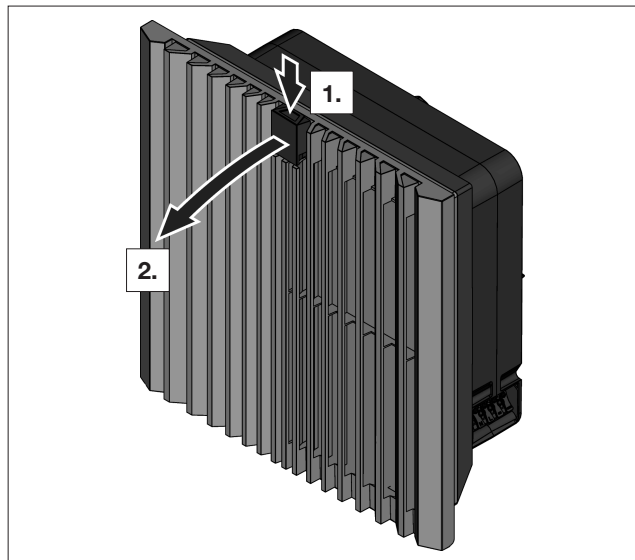

Bild 14: Frigöring av lamellgaller
- Tryck uppifrån på funktionsloggan för att frigöra lamellgallret (se bild 14).